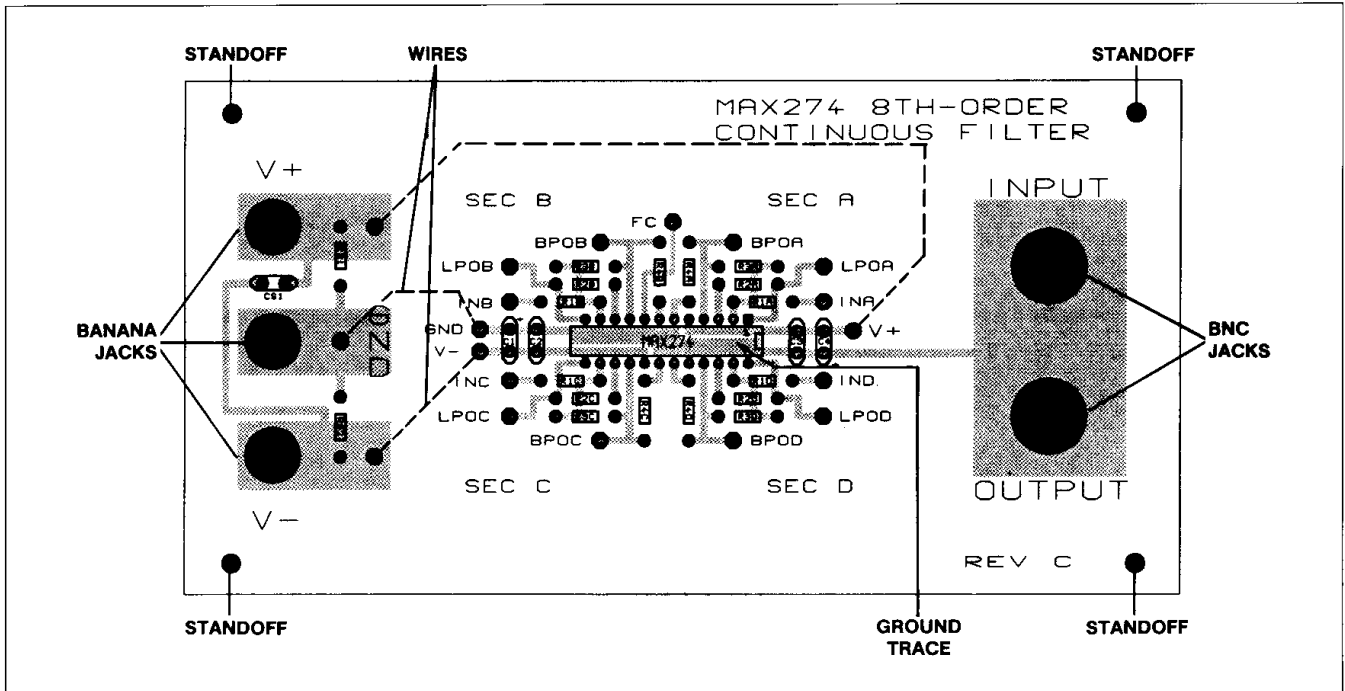
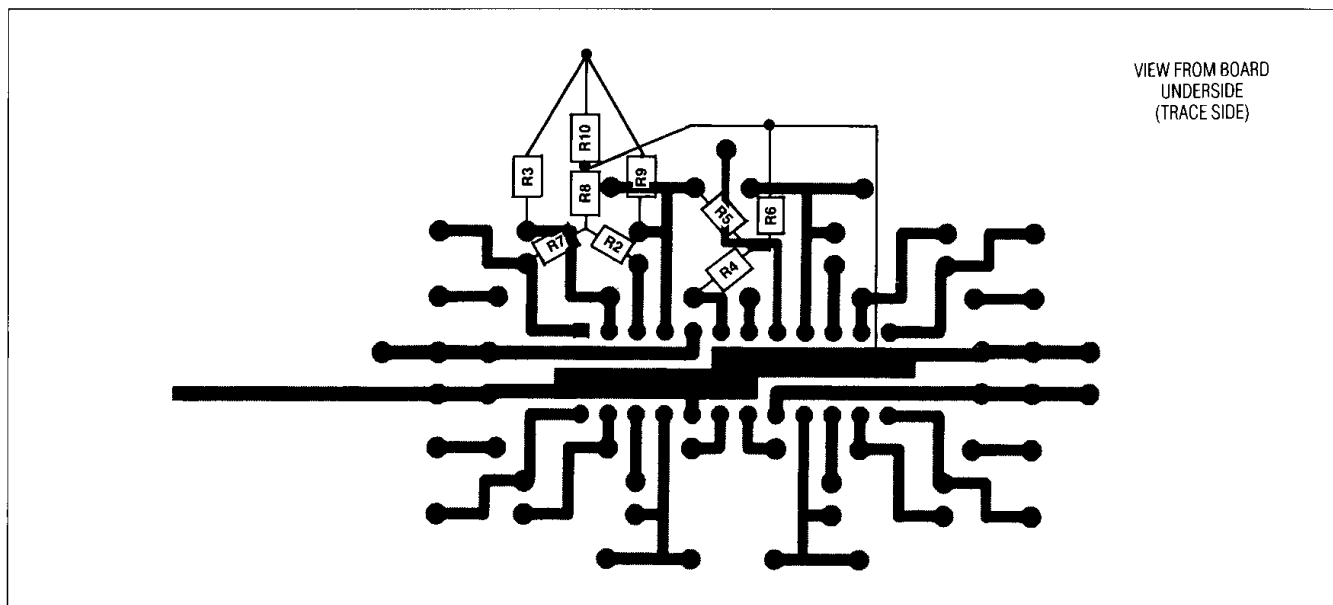

図2. MAX274評価キットの部品配置図
図3. T型ネットワークを用いたPCボードの配線
- 図2に示すように、BNCコネクタ及びバナナジャックを実装します。V+、GND、V-ジャックから基板上にV+、GND、V-と示された端子に電線を接続します。MAX274のIC(又は、必要ならばICソケット)を図示されたように挿入します。
PCボード上のグラウンドトレースから緑の半田レジストを剥離する(図2)。PCボードの裏面にて、T型ネットワークのグラウンドをジャンパー線を用いてPCボード上のグラウンドトレースに接続することによって(図3)、通常の各抵抗接続を3個のT型抵抗ネットワークに置き換えます。
ここで、FPKはBPOAでのゲインが最大になる周波数で(F₀と異なります)、-3dBバンド幅はBPOAのピークゲインから3dB減衰するような2つの周波数の差を示します。このような測定をB、C、Dについて実施します。詳細については、データシートの図2“バンドパス出力”を参照して下さい。